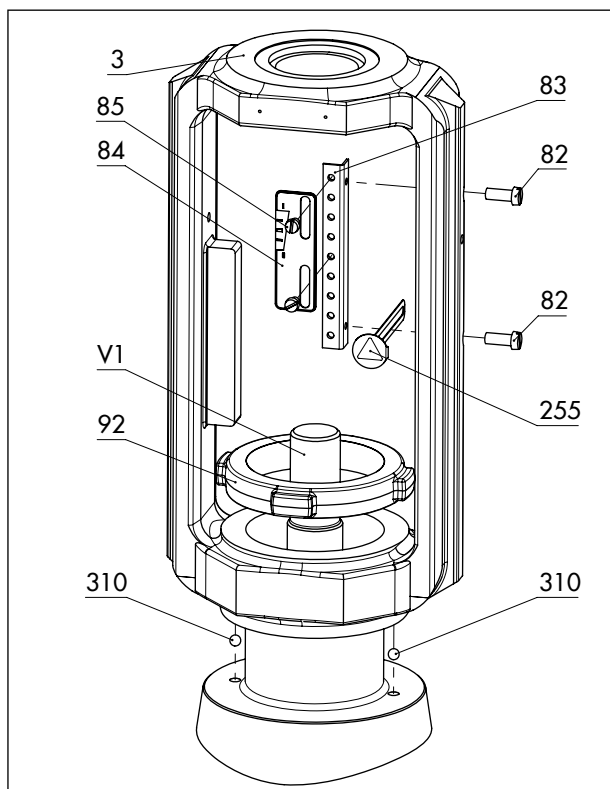
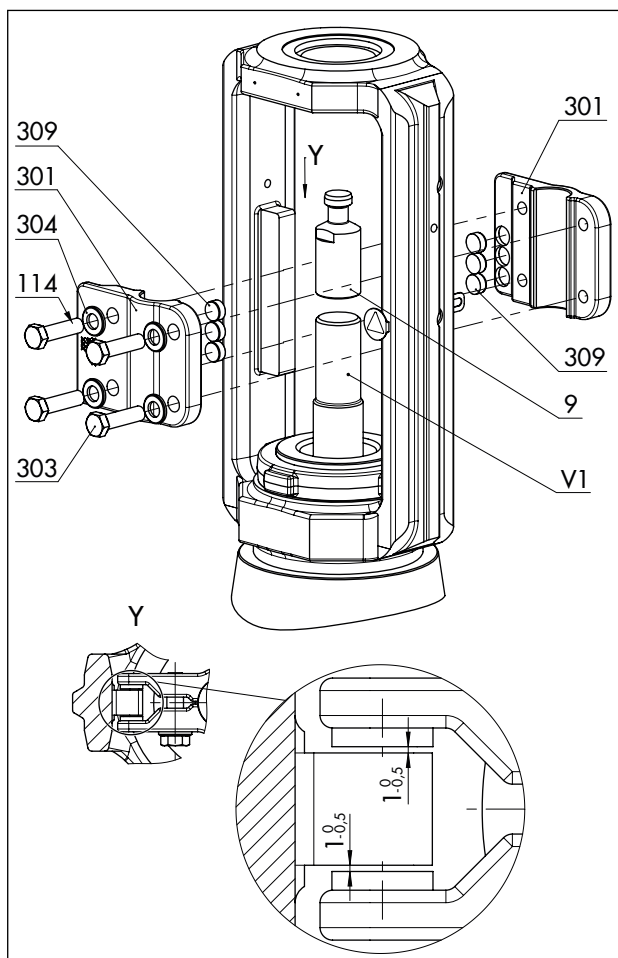

Bild 16: Montageübersicht der Baugruppe Joch mit Hubschild in der Standardausführung
Bild 17: Montageübersicht der Verdrehsicherung in der Standardausführung
Vgl. Bild 16 und Bild 17
- Zwischen den Gleitscheiben und ihrer Auflage am Joch ist ein nomineller Spalt zwischen 0,5 und 1 mm auf jeder Seite (vgl. Detail Y in Bild 17).